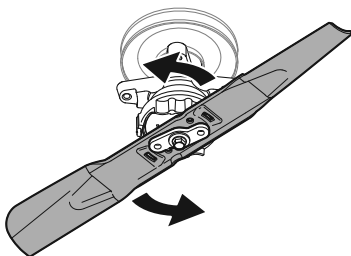

Figure 46
4. Placez la bague de verrouillage vers le haut et tournez la lame vers la gauche pour la dégager de la bague. Voir Figure 46.